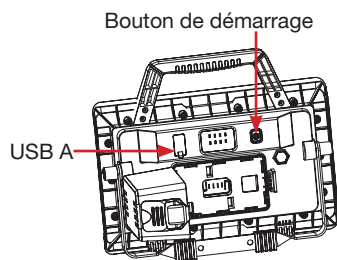

Fig. 2.
3. Démarrez le phare avec le bouton (Fig. 2) situé derrière l'appareil. Appuyez plusieurs fois pour activer les différents niveaux d'éclairage.